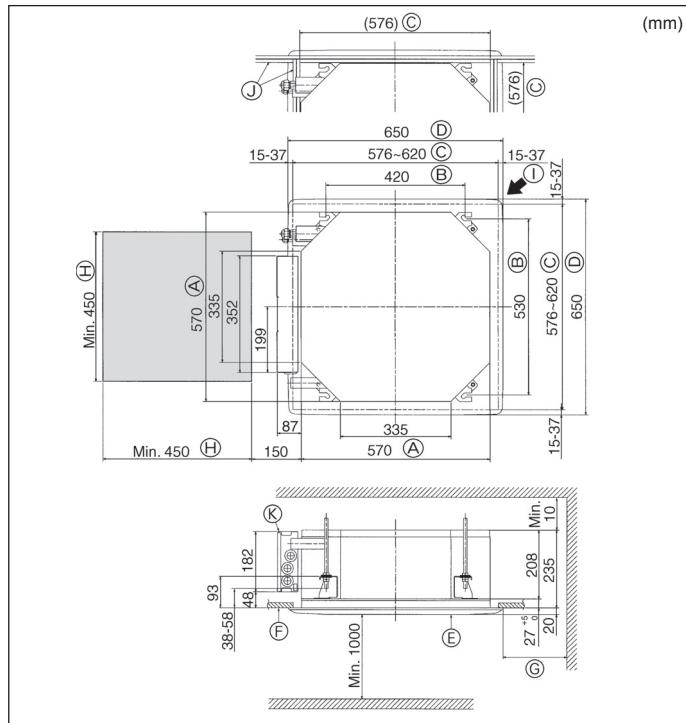

Fig. 4-2
⑦	Vis avec rondelle (M5 x 25) pour monter la grille	4
⑧	Prise d'écoulement	1
⑨	Isolation	1
⑩	Vis de fixation pour ⑨ de 3,5 x 16 mm (noires) (Pour SLZ-KA-VAL(2))	2
⑪	Support de la télécommande (Pour SLZ-KA-VAL(2))	1
⑫	Piles (AAA) (Pour SLZ-KA-VAL(2))	2
⑬	Boîtier de télécommande (Pour SLZ-KA-VAL(2))	1
4.2. Ouvertures dans le plafond et emplacement des boulons de suspension (Fig. 4-2)